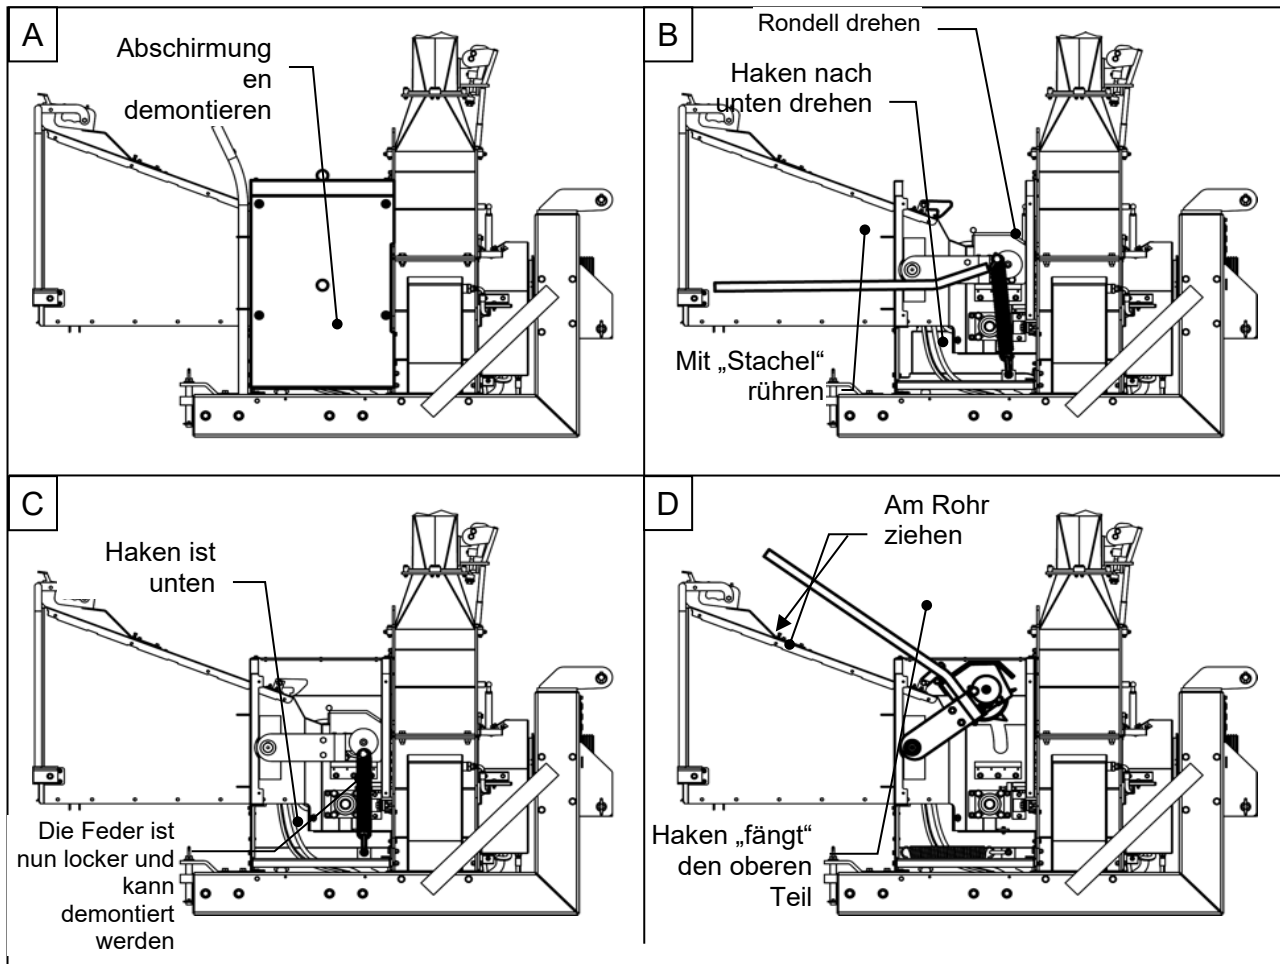

Abbildung 33: Öffnen der Vorschubeinheit
2. Lösen Sie die Feder, indem Sie das Rondell mit dem mitgelieferten Rohr mit Stachel im Uhrzeigersinn drehen (siehe Abbildung 33 B).
4. Drehen Sie die Haken nach unten (siehe Abbildung 33 B).
5. Heben Sie den oberen Teil der Vorschubeinheit mit dem mitgelieferten Rohr an und halten Sie ihn mit dem Haken fest (siehe Abbildung 33 D).